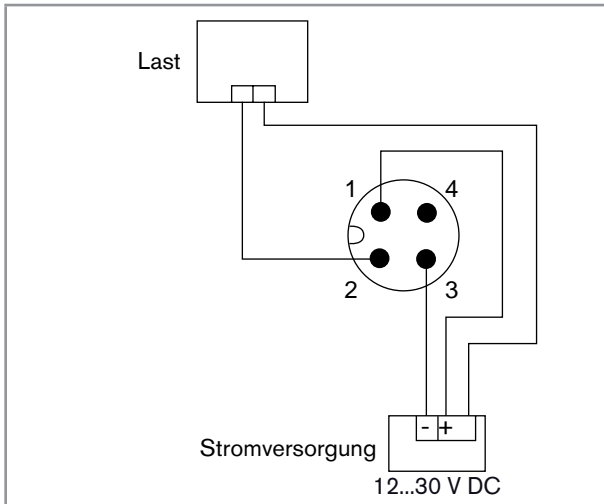
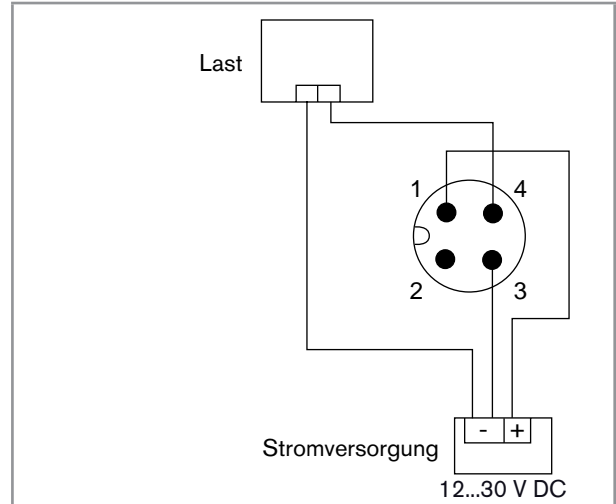

Bild 7: Gerät mit 4-poligem M12-Gerätstecker – NPN-Anschluss des Transistorausgangs
Bild 8: Gerät mit 4-poligem M12-Gerätstecker – PNP-Anschluss des Transistorausgangs
- Den Transistorausgang anschließen. Der Transistorausgang kann auf folgende Arten angeschlossen werden: NPN oder PNP. Siehe Bild 7 oder Bild 8.